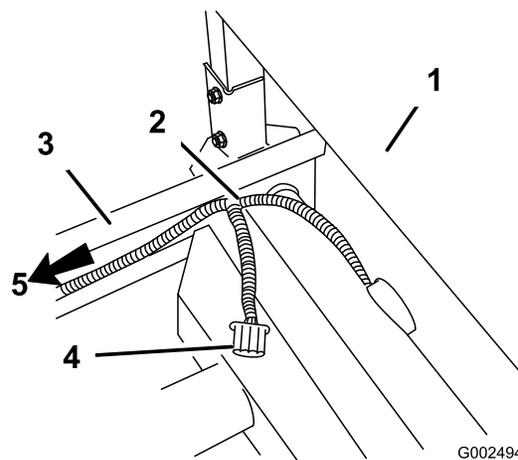

Figure 9
11. Sur le couvercle du ROPS, derrière l'ensemble siège, faites passer le faisceau de câblage qui se trouve sous le siège au-dessus du bâti. Assurez-vous que le connecteur d'alimentation du système de pulvérisation est bien sorti de sous le véhicule (Figure 9).
12. Acheminez le faisceau le long du châssis puis ramenez-le vers le capteur de vitesse avec le faisceau existant (Figure 9).
15. Acheminez le faisceau le long du châssis puis ramenez-le à l'endroit où le capteur de vitesse et connecté au faisceau existant (Figure 9).